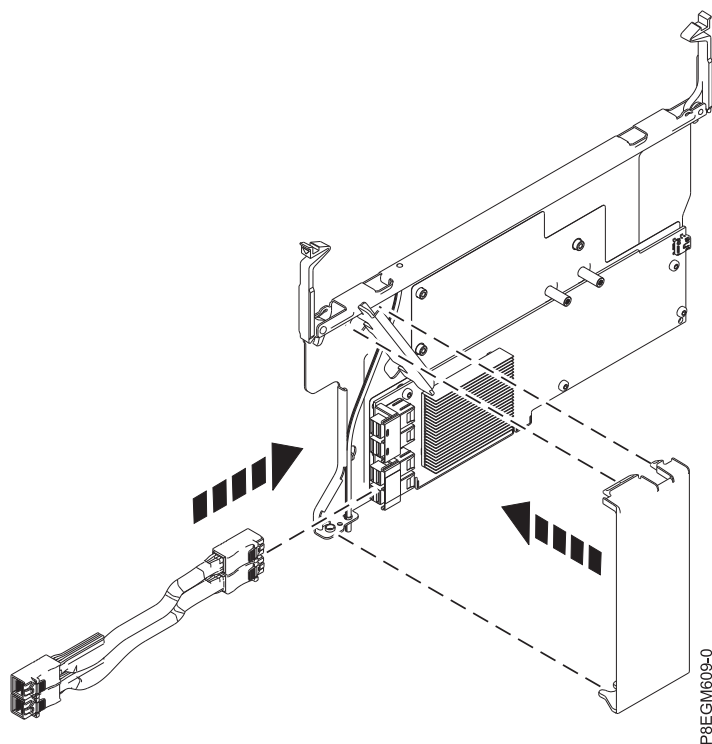

Figure 5. Installation du capot de ventilation
12. Installez le capot de ventilation sur la carte SAS RAID interne. Voir figure 5, à la page 7.